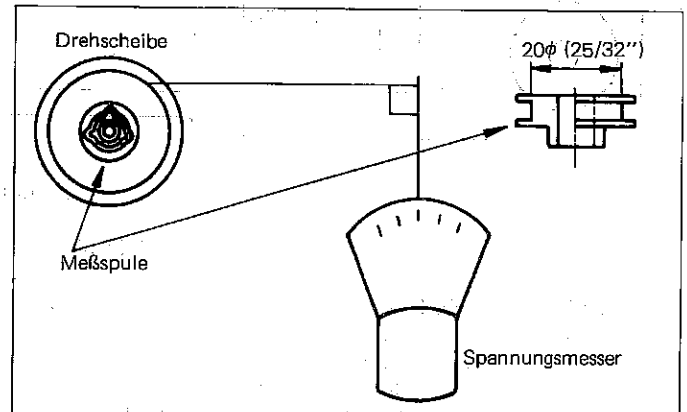

Abbildung 36-2
■ DREHMOMENTPRÜFUNG IN DER VORLAUF(WIEDERGABE)-/SCHNELLVORLAUF- UND RÜCKSPUL-BETRIEBSART (Siehe Abbildung 36-2.)